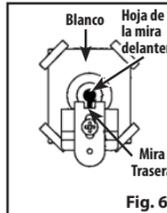

Fig. 6A
- La pistola de aire está apuntada correctamente cuando la hoja de la mira delantera está posicionada exactamente en el centro de la muesca de la mira trasera. La parte superior de la hoja de la mira delantera debe estar nivelada con la parte superior de la muesca en la mira trasera. La diana debe verse como si descansara sobre la mira delantera (Fig. 6A).